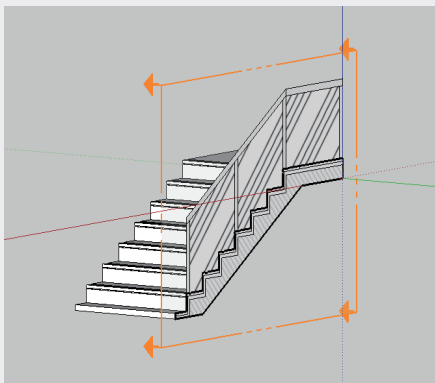

图3-233
- 10 双击楼梯模型组件，再次单击“显示剖切面”按钮，开启截面显示。在截平面上右击，在弹出的快捷菜单中选择“翻转”选项，即可同时观察楼梯模型与施工图剖面，如图3-233所示。